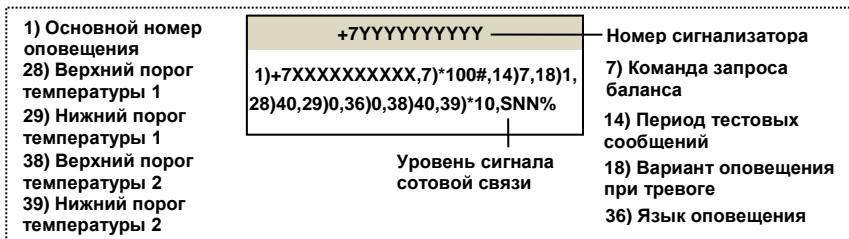

Рис.7 Пример SMS с настройками
При переходе в режим «Программирования» сигнализатор отправляет SMS с настройками (рис.7) на основной номер оповещения (если основной номер оповещения был ранее записан в память сигнализатора).
5.2 При наличии входящих звонков/SMS сигнализатор, после приёма последнего, через одну минуту отправляет на основной номер оповещения SMS с изменёнными настройками (рис.7), SMS с балансом и переходит в «Дежурный» режим.
3.2 При наличии входящих звонков/SMS сигнализатор, после приёма последнего, через одну минуту отправляет на основной номер оповещения SMS с изменёнными настройками (рис.7), SMS с балансом и переходит в «Дежурный» режим.
4. По окончании одной минуты после последнего звонка, сигнализатор отправит SMS с настройками (рис.7) и SMS с балансом на основной номер оповещения и перейдет в «Дежурный» режим.
- положив сигнализатор непосредственно в выбранном месте (или удерживая его, если планируется крепление на вертикальную поверхность), включите питание, закройте крышку (у варианта 1) и дождитесь SMS с настройками и уровнем сигнала сотовой связи (рис.7);